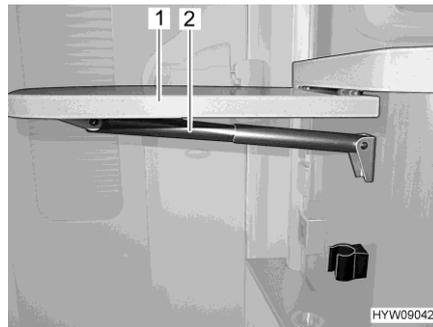

Fig. 93 Mesa de bar plegable
- Agarrar la parte inferior de la mesa de bar plegable (Fig. 93,1) y extraer la misma del engatillado tirando ligeramente.
- Girar el tablero de la mesa hacia arriba hasta que se active la fijación del soporte telescópico (Fig. 93,2). Soltar el tablero de la mesa.